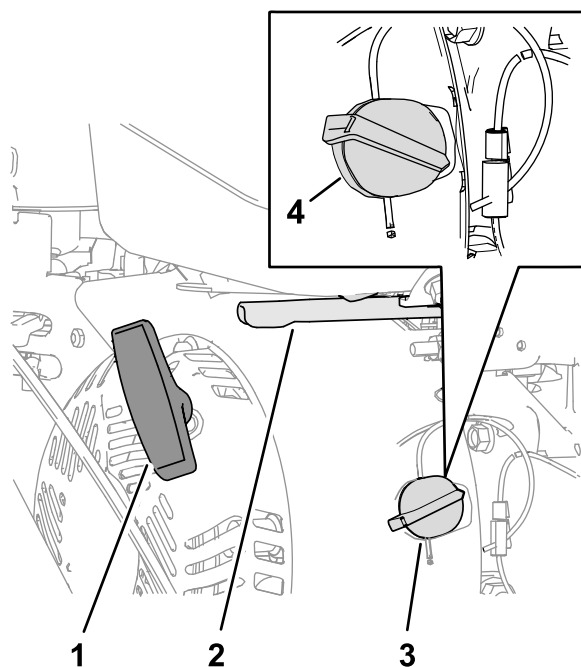

Figura 12
- Posizionate l'acceleratore a metà tra le posizioni SLOW e FAST situate sul lato posteriore destro del motore (Figura 12).
- Tirate lentamente la stegola di avviamento a strappo fino ad avvertire una certa resistenza, poi fermatevi (Figura 12).
- Sul lato destro del motore, ruotate l'interruttore On/Off del motore in senso orario in posizione ON (Figura 12).
- Posizionate l'acceleratore a metà tra le posizioni SLOW e FAST (Figura 12).
- motore in posizione OFF per spegnere il motore (Figura 12).